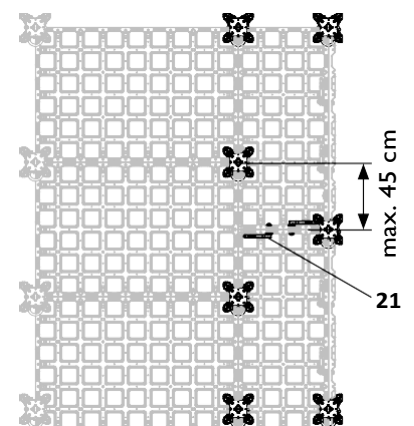

Fig. D3.05b
- Двата елемента са свързани по късата страна с 2 свързки DUO (21). (Fig. D3.05b)